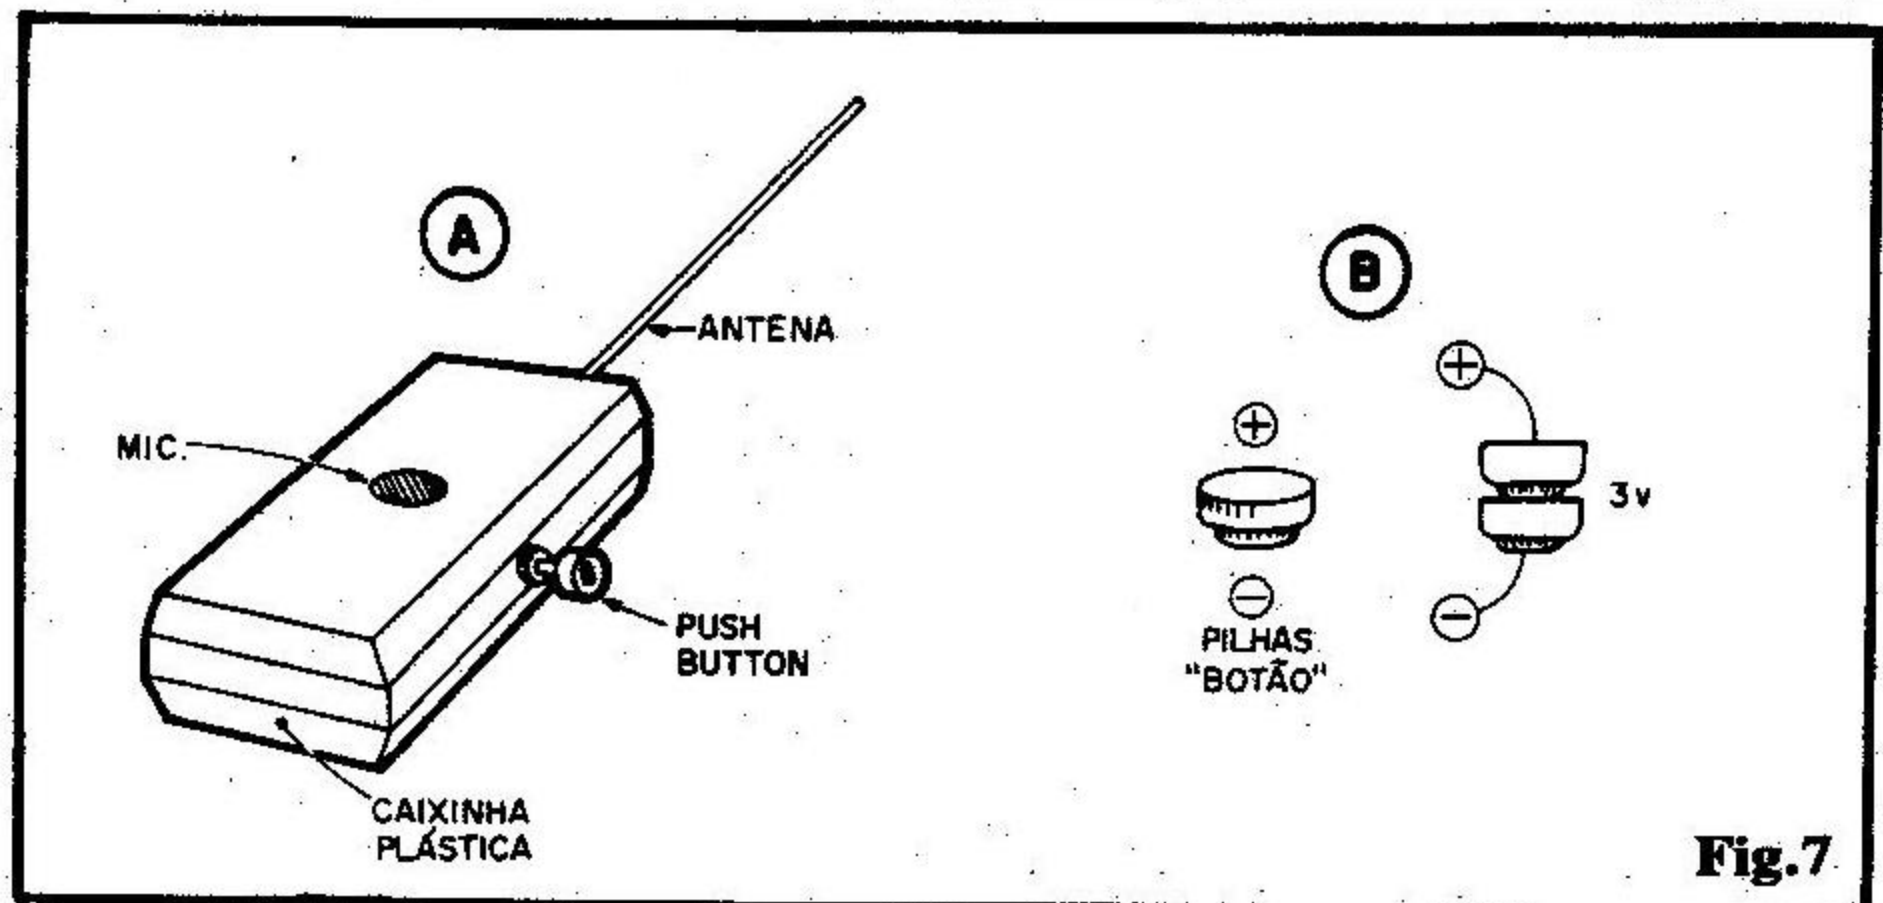

Fig.7
- FIG. 7 - CAIXA, OPÇÕES DE ALIMENTAÇÃO, AJUSTES